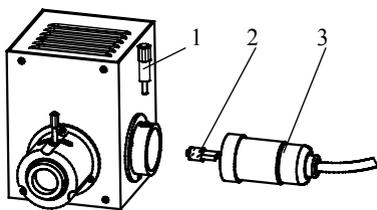

图 10
2. 松开调中和锁紧螺钉,见图10,将整个灯座从灯箱内取出。